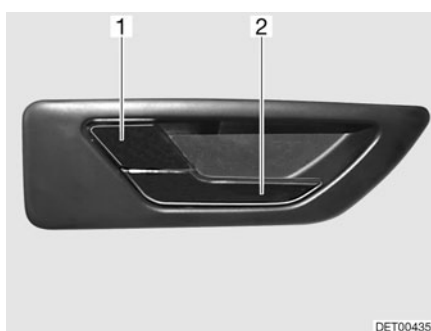

Fig. 36 Serrure de la porte chauffeur, à l'intérieur
- Tirer sur la poignée (Fig. 36,2). La serrure de la porte est déverrouillée. Le levier de sécurité (Fig. 36,1) ressort automatiquement.
- Appuyer sur le levier de sécurité (Fig. 36,1).